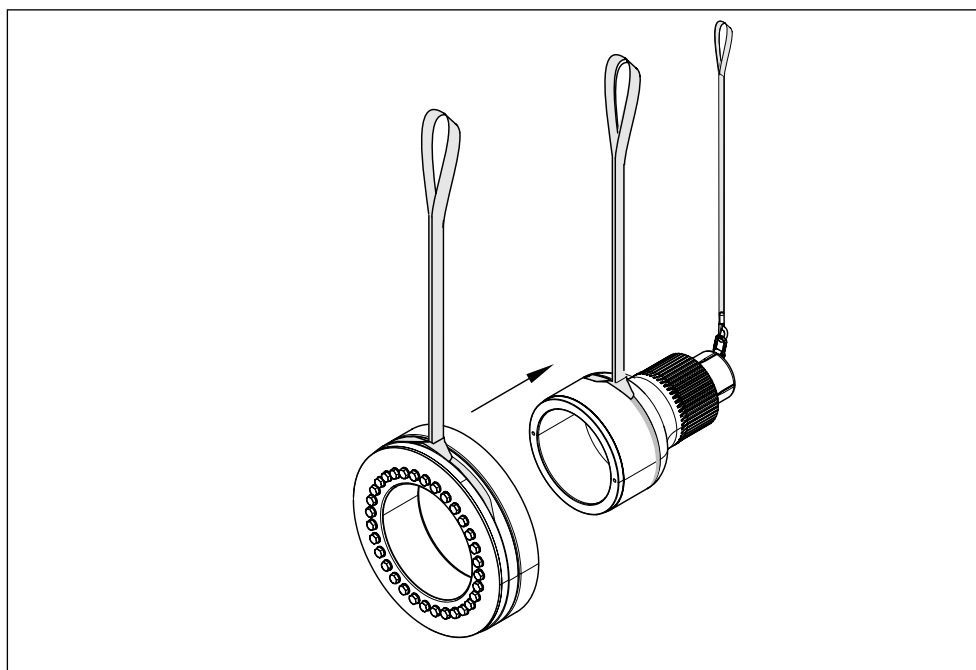
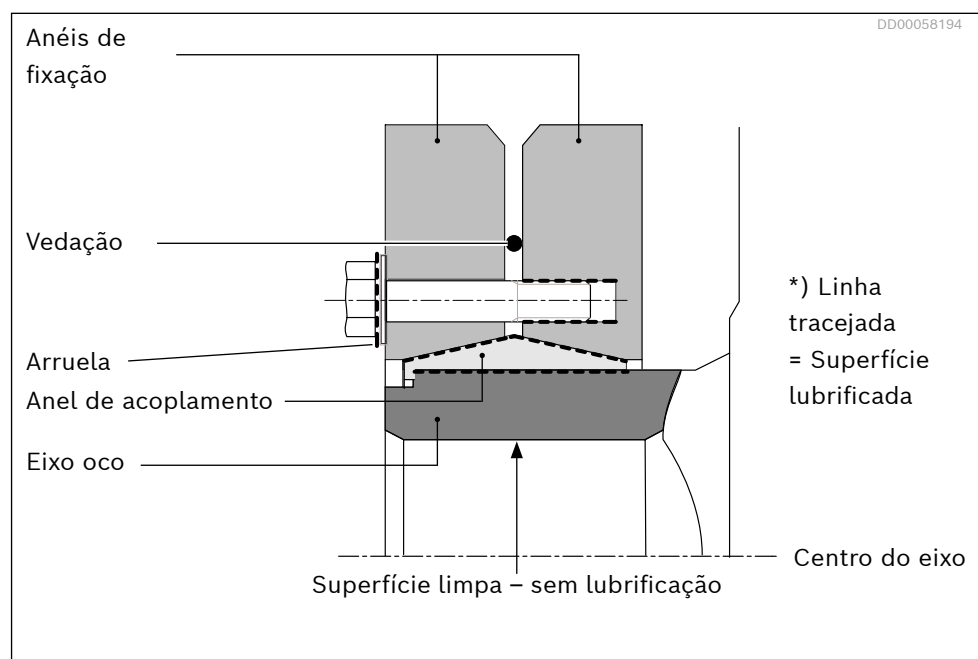

Fig. 33: Montagem do disco de contração no adaptador do eixo
Fig. 34: Disco de contração
- ▶ Em nenhuma circunstância a graxa deve ser transferida para as superfícies entre o eixo acionado e o eixo oco (consulte a *Fig. 34*).
1. O disco de contração vem lubrificado de fábrica com graxa nas superfícies cônicas e parafusos (consulte a *Fig. 34*). Esses lubrificantes deverão permanecer nessas superfícies.
4. Monte o disco de contração no eixo oco. Use uma eslinga aprovada entre os anéis de fixação (consulte a *Fig. 33* e a *Fig. 34*). O acoplamento deverá ser todo empurrado até o eixo oco. Se necessário, separe os anéis de fixação a fim de conseguir uma montagem mais fácil.
*) A superfície cônica entre o anel de acoplamento e os anéis de fixação, bem como os parafusos, deve ser revestida com pasta Molykote G-Rapid plus (consulte a Fig. 34). Esse procedimento é realizado na fábrica na entrega.